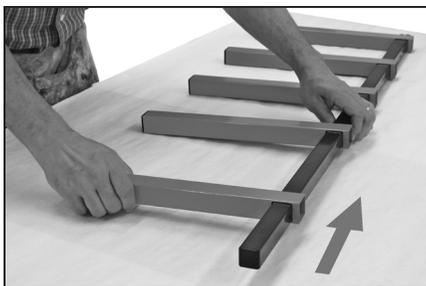

Abbildung 2
2. Setzen Sie eine Schraube in das nächste Loch oben ein und schieben Sie dann einen weiteren orangefarbenen Holm in Position. Fahren Sie mit diesem Vorgang fort, bis alle Holme montiert sind, und achten Sie darauf, dass alle Kerben nach unten zeigen. Wiederholen Sie diesen Vorgang für die andere Seite. Abbildung 2.